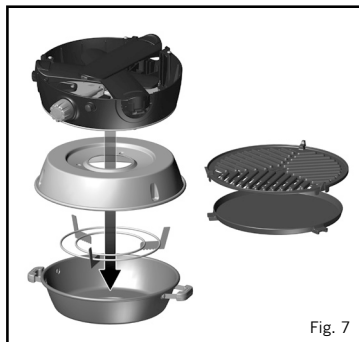

Fig. 7
- Legg lokket på bagen, og lukk den med glidelås. (Fig. 7)